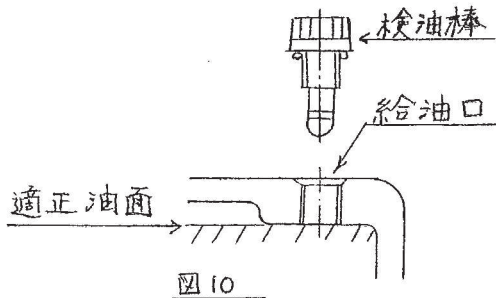

図.10
- ① 油量を確認して下さい。不足している場合は油を補給して下さい。(図.10 参照)
- ② 外観のチェックをして下さい。(表. 参照)